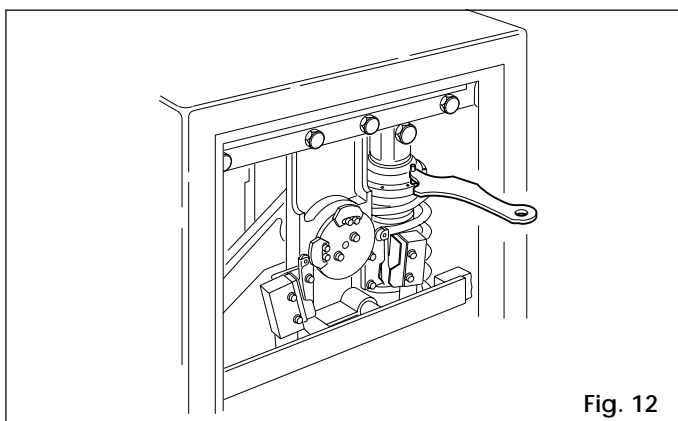

Fig. 12
- 2) Registrare la ghiera di precarico come da fig. 12 tramite l'apposita chiave.